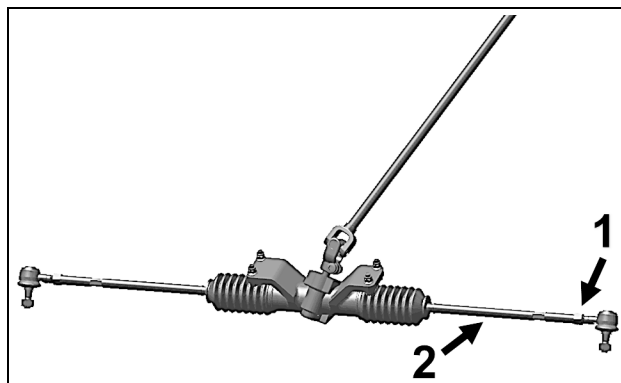

Figure 21
Pour effectuer l'ajustement sur le VCC, premièrement débloquent l'écrou (1) de chaque tige d'accouplement (2) de la direction, visser ou dévisser ensuite la tige d'accouplement (2) d'un nombre de tours égal des deux côtés du véhicule. Voir la Figure 21.